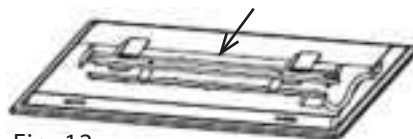

Fig. 12
3. Tirer la borne de connexion (Fig. 12). À l'aide d'un tournevis, retirer le tableau de la lampe LED et la remplacer.